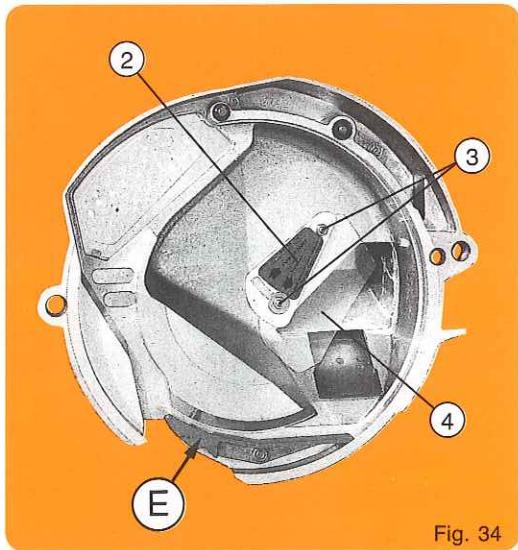

Fig. 34
1. POSITION HAUTE (fig. 34) POUR GROSSES GRAINES, c'est-à-dire maïs, haricots, soja, pois, féveroles, arachides, coton...
1. HIGH POSITION (fig. 34) FOR LARGE SEEDS, i.e. corn, beans, soybean, peas, kidney beans, peanuts, cotton...
1. Hohe Stellung (Abb. 34) für großes Saatgut, d. h. Mais, Bohnen, Soja, Erbsen, Ackerbohnen, Erdnüsse, Baumwolle...
1. STAND HOOG : (fig. 34) voor GROTE ZADEN, dat wil zeggen mais, bonen, soja, erwten, veldbonen, pinda's, katoen...